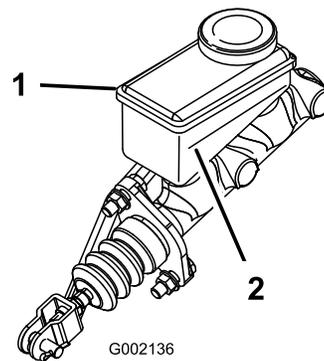

Рисунок 55
- B. Доливайте тормозную жидкость DOT 3 в бачок, пока ее уровень не будет выше отметки «Минимум» (Рисунок 55).
5. Проверьте уровень жидкости в боковой части бачка (Рисунок 55).